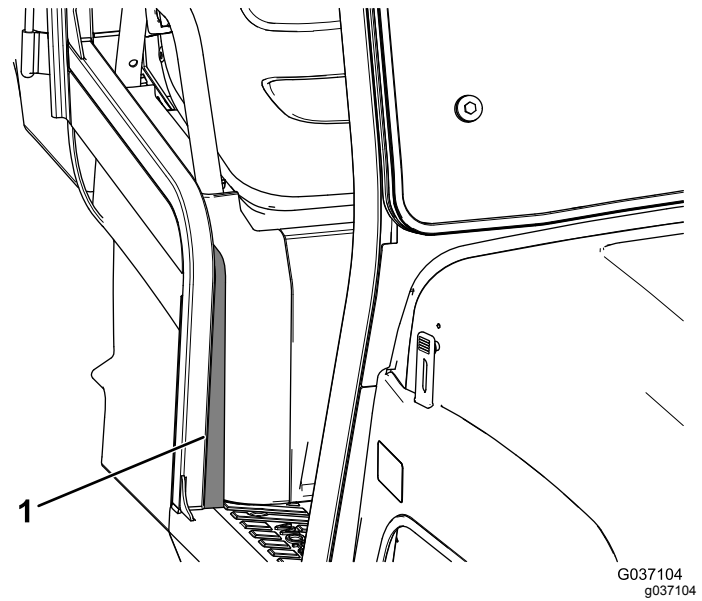

Bild 16
13. Entfernen Sie das Trägermaterial von der Schaumstoffdichtung und bringen Sie die Dichtung an der rechten Seite der Maschine an (Bild 16).